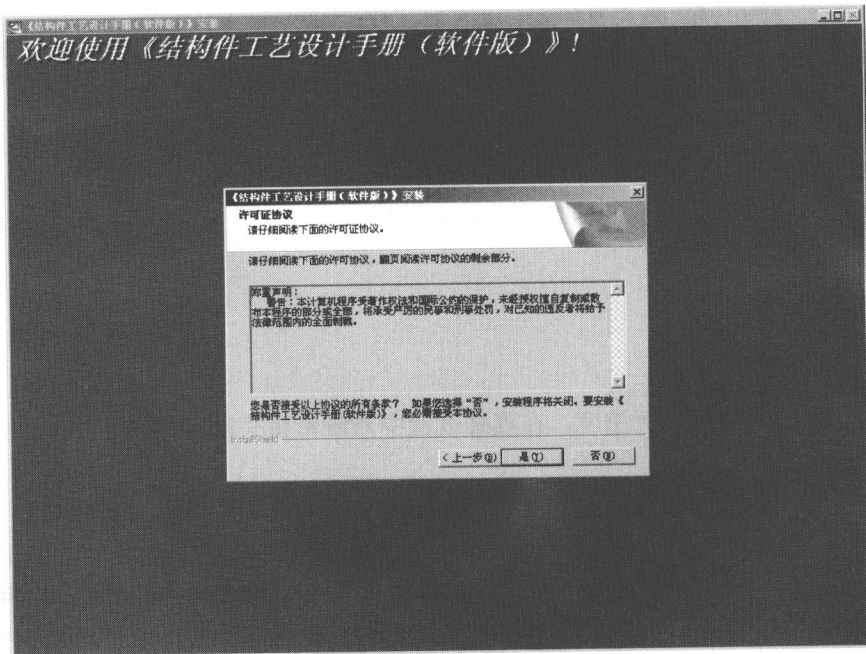

图 1-2 使用许可协议界面
- （3）单击“下一步”按钮，进入如图 1-2 所示的软件使用许可协议界面。在用户安装协议中，说明了用户的权利和义务，在您阅读协议内容并表示同意后，单击“是”按钮。